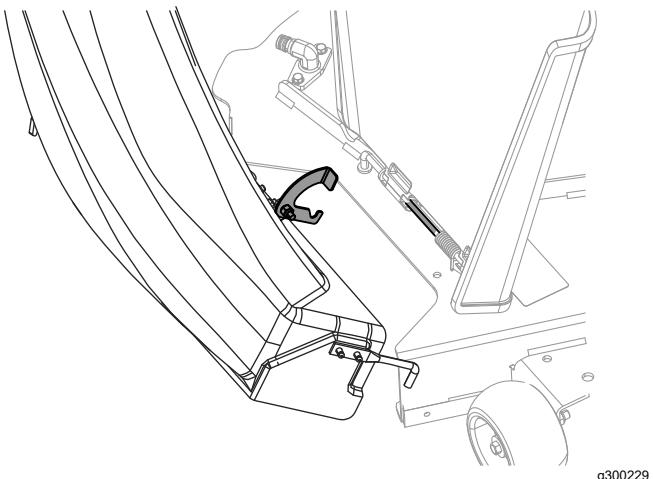

Bild 25
3. Drehen Sie den Auswurfkanal nach hinten zum Mähwerk, sodass der Auswurfkanal mit dem Mähwerkgehäuse bündig ist (Bild 25).